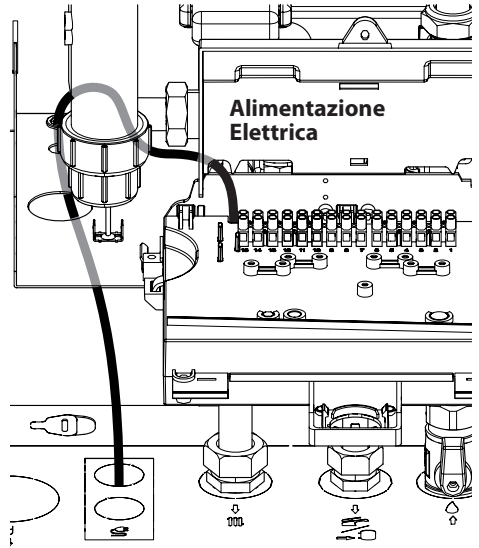

Figura 5.18
- Collegare il cavo di alimentazione elettrica all'interruttore onnipolare rispettando la corrispondenza della linea (filo marrone) e del neutro (filo azzurro) Figura 5.18.